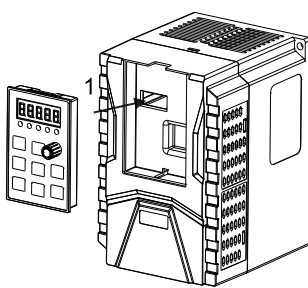

图 3-5 安装键盘
- 安装键盘，如下图 3-5：将键盘平齐放入键盘槽，朝方向 1 按压键盘至听到“咔嚓”声响齐平于机器前表面即可。